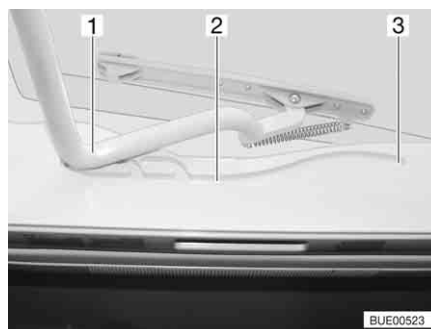

Fig. 105 Lanterneau Heki, glissière
- Tirer l'étrier (Fig. 105,1) dans les glissières (Fig. 105,2) jusque dans la position la plus reculée (Fig. 105,3).
- Pousser l'étrier (Fig. 105,1) légèrement vers le haut avec les deux mains.
- Tirer l'étrier dans les glissières (Fig. 105,2) jusqu'à la position souhaitée.